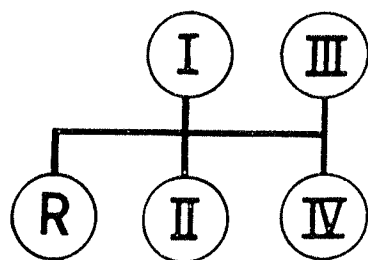

Abb. 24
5. In richtiger Reihenfolge Getriebebestufen durchschalten. **Beim Zurückschalten Zwischengas geben.** (Abb. 24) Der „0,75 t gl“ besitzt neben dem regulären 4-Gang-Wechsel-Getriebe ein Verteiler-Getriebe mit zwei Untersetzungen und zwar Straßengang und Geländegang. Bei eingeschaltetem Geländegang wird gleichzeitig der Allradantrieb hergestellt. Beide Untersetzungen, sei es Straßen- oder Geländegang, sollen nur bei stillstehendem Fahrzeug geschaltet werden! Der Allradantrieb ist eingeschaltet, wenn der Einrückhebel in Fahrtrichtung nach hinten steht.